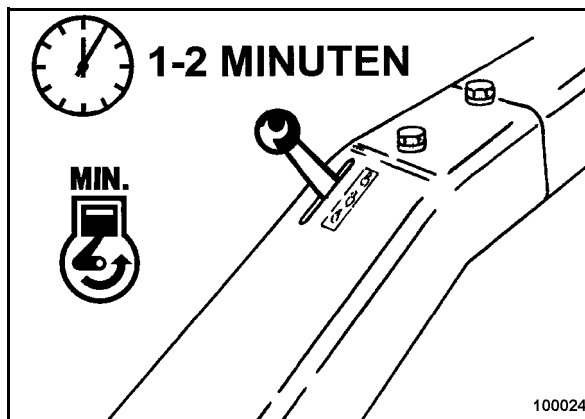

рис. 17
- Установить рычаг управления частотой вращения в положение "MIN" (рис. 17).